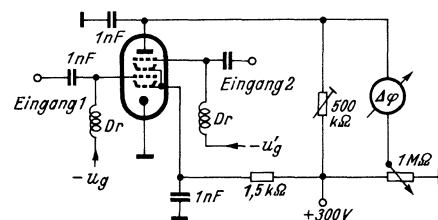

Bild 10. Phasenwinkel-Vergleichsschaltung
4. Schaltungen zum Vergleich von Frequenzen und Phasenwinkeln. Eine Meßanordnung zur Bestimmung der Phasendifferenz zweier Spannungen soll eine Ausgangsgröße liefern, die eine bekannte Abhängigkeit von der Phasendifferenz hat und unabhängig von der Größe der beiden angelegten Meßspannungen ist. Eine Schaltung nach Bild 10 erfüllt diese Forderungen; dabei wird die Tatsache ausgenutzt, daß die beiden Steuergitter g1 und g2 je eine Schaltwirkung auf den Anodenstrom besitzen. Legt man an diese beiden Gitter zwei sinusförmige Spannungen genügender Größe mit einer bestimmten Phasenbeziehung an, so ergeben sich in bekannter Weise trapezförmige Anodenstrom-Impulse, deren Mittelwert dem gesuchten Phasenunterschied entspricht. Um eine gute Amplitudenunabhängigkeit zu erzielen, werden der Anodenwiderstand und die beiden Gittervorspannungen ug und ug' einstellbar vorgesehen. Die Meßgenauigkeit wird in der Literatur5) mit etwa 1 Grad bei 10 MHz angegeben.